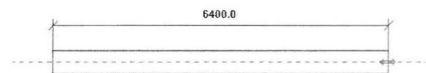

Fig. 05.07. *Wall Centerline*, ligger i midten af væggen.
- Før musen ud på tegnefladen og tegn et lille stykke væg (Fig. 05.07). Ved at klikke ved starten af væggen og klikke igen, hvor væggen skal stoppe.
På Fig. 05.07 kan vi se, at der forekommer en blå stiplede linie i midten af væggen, da dette er *Wall Centerline*.